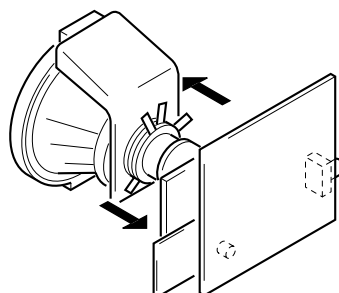

图3-2
2. 管颈部组件的位置如图 3-2 所示。
5. 将偏转线圈往前移动和进行调整以使整个屏幕呈绿色。(见图 3-2。)